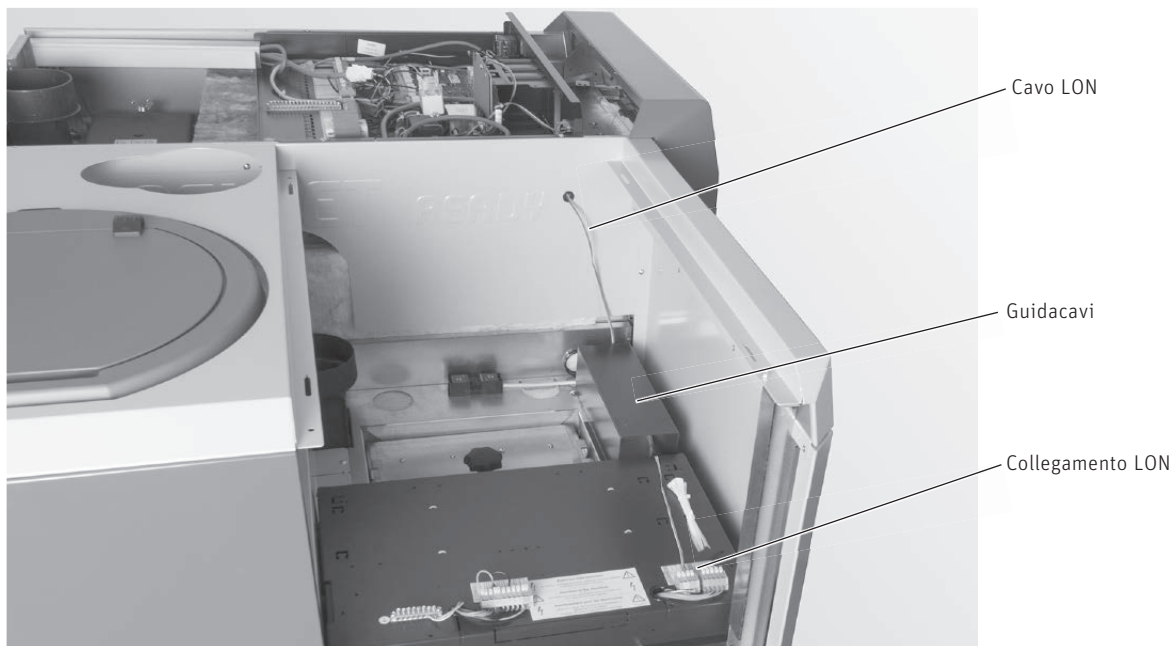

Fig. 171 Posare il cavo LON
- Controllare il cavo di collegamento LON della caldaia a pellet e a gassificazione di legna ed eventualmente posarlo secondo il punto 11.35 – Fig. 171.